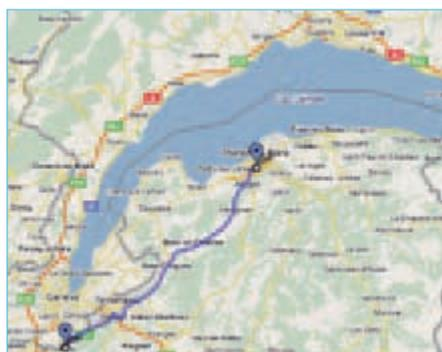

Figura 12. 40 km, 27 BTS.
El programa no utiliza la pantalla LCD bifilar, por lo que cuatro LED (Tabla 4) nos indicaran las informaciones relativas al funcionamiento del montaje. El montaje ha sido probado sobre una distancia de 40 km (ver Figura 12). En este trayecto
**Tabla 5. Identificación de diez (entre 27, ver Figura 12) estaciones base recuperadas, por agrupación de tamaño medio, sobre una distancia de 40 km.**